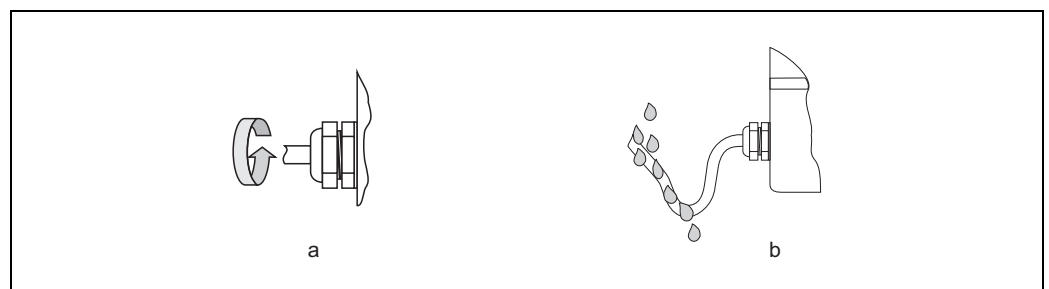

图 27: 电缆入口的安装示意图
- 必须牢固拧紧电缆入口 (a → 图 27)。
- 在接入电缆入口前，电缆向下弯曲 (“聚水器”) (b → 图 27)。